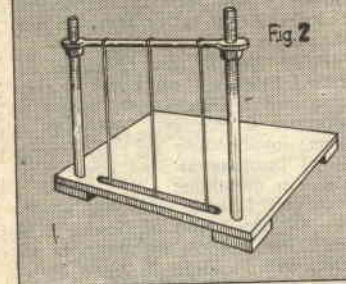

Fig. 2
niteli operando come in fig. 2, tagliateli, rifinitene a perfezione le estremità, quindi, usando una lima mezza tonda, fate in ognuno di loro un incasso che si adatti alla curvatura dei pezzi del candeliere, e terminatene la lavorazione trapanandovi i fori per le spine.
COLLETORE (fig. 2)
1) Un sistema raccoglitore e distributore dei fili di ordito, il **SUBBIO DI ORDITO** (fig. 2 lettera a);
2) un sistema di sollevamento alterno dei fili di ordito o levata costituito dai **LICCI CON MAGLIE** (fig. 2 in b e fig. 2 bis);
3) Un sistema di passaggio del filo di trama tra i fili di ordito **LA NAVETTA** (fig. 2 in e);
4) un sistema di battuta della trama sull'ordito, il **PETTINE BATTENTE** (fig. 2 in c);
5) un sistema raccoglitore del tessuto finito, il **SUBBIO DI CARICO** (fig. 2 in d).